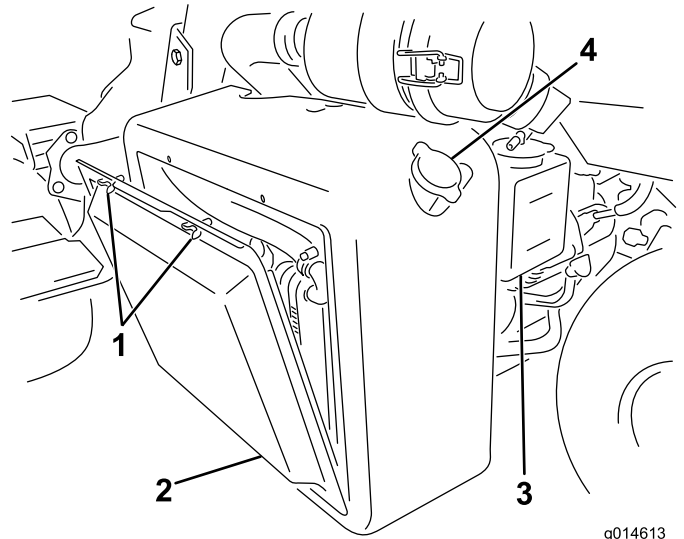

Bild 50
1. Entfernen Sie das Gitter (Bild 50).